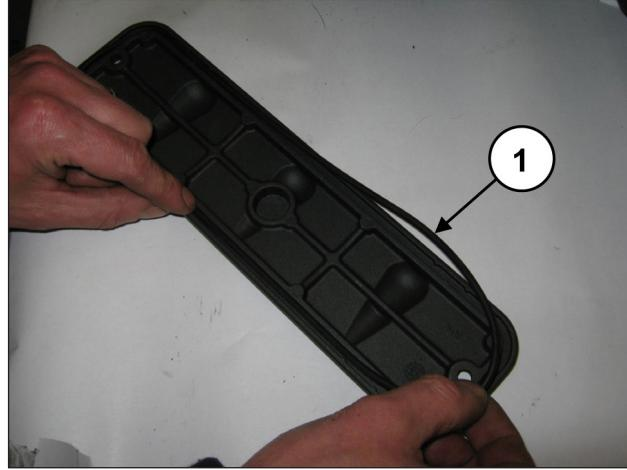
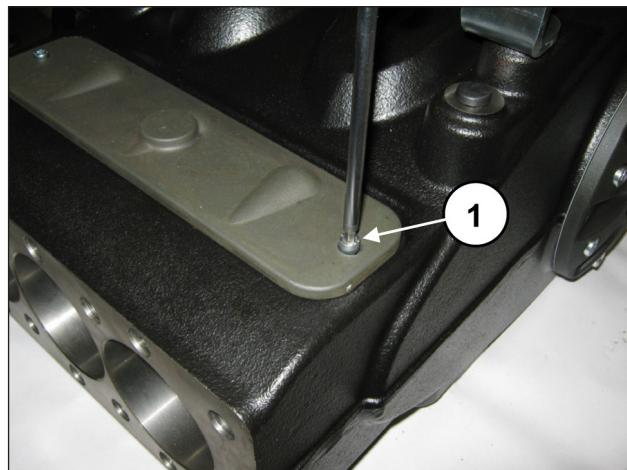

Fig. 191
Fig. 192
Sui coperchi ispezione inserire l'O-ring (pos. ①, Fig. 191) e montare i coperchi mediante l'utilizzo di 2 viti M6x14 (pos. ①, Fig. 192) e 2 viti M6x40.